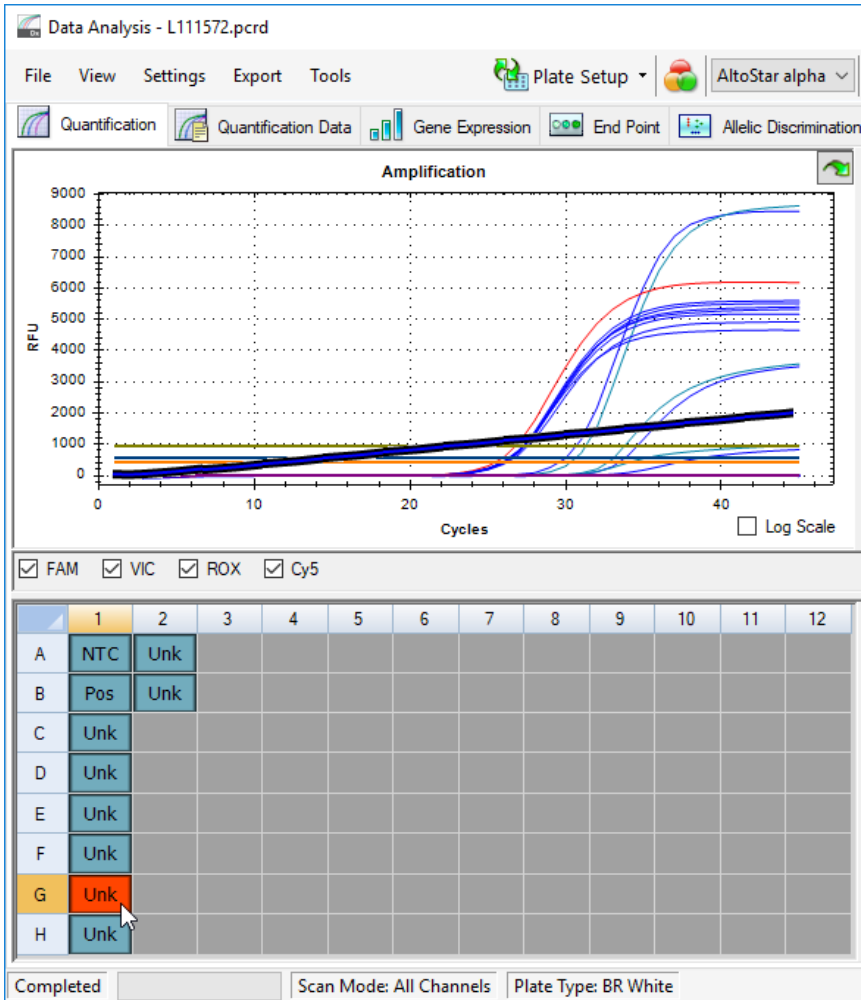

Abb. 6: Fenster Data Analysis (Datenanalyse): irreguläres PCR-Signal
2. Identifizieren Sie Wells mit irregulären PCR-Signalen (lineare Signalzunahme, Signalspitzen usw.) in den Detektionskanälen FAM™ (VZV-Ziel), VIC™ (IC), Cy5 (HSV-2-Ziel) und ROX™ (HSV-1-Ziel) (siehe Abbildung 6).